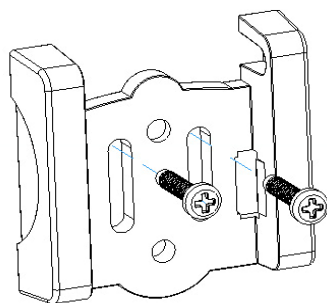

Рисунок 6
- а) Смажьте герметиком шурупы (4X15мм.) и два проделанных отверстия в транце лодки. Соотнесите кронштейн с транцем, несильно прикрутите шаблон двумя шурупами (Рисунок 6).